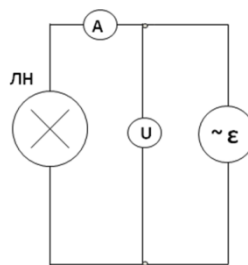

Рис. 5
Схема измерения параметров в электрической цепи приведена на рис.5. Величину тока в лампе измеряют с помощью амперметра, внутреннее сопротивление  $R_A$  которого известно, а напряжение  $U$  на лампе и на сопротивлении амперметра – вольтметром. Очевидно, что напряжение на лампе равно
2. Собрать схему для измерения электрических характеристик генератора (рис. 5).